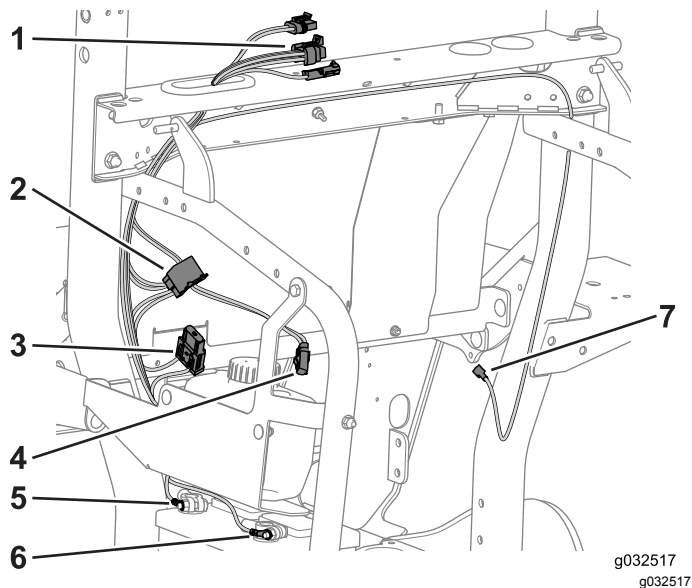

図 38
1. キャブ用コネクタ3個をハトメに通す 図 38。
2. フレームサポートに沿って補助電源ワイヤを配設し、さらに ROPS チューブに沿って下へ、オペレータコントロールの方へ導く図 38。
1. 赤線と黒線いずれも10ゲージを、フレーム左側のROPSチューブに沿ってバッテリーへ導く 図 38。